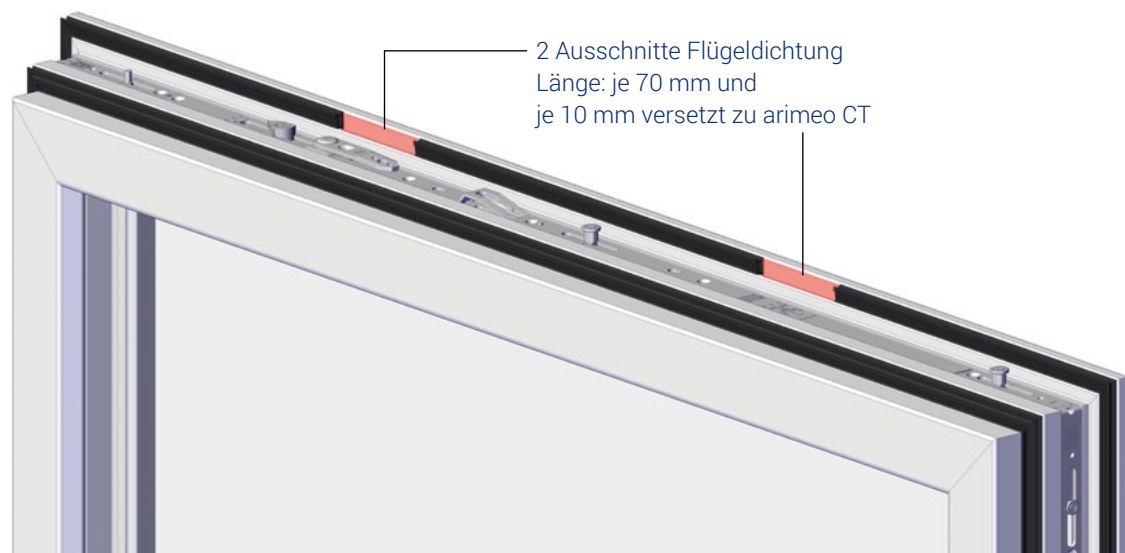

Abbildung 3: Luftführung am Fensterflügel
4. Entfernen Sie die innere Flügelüberschlagsdichtung an den in der Darstellung der Einbauvarianten vorgesehenen Positionen. Hierdurch entsteht der innere Luftführungspalt. Abbildung 3 zeigt exemplarisch die Maße für die Einbauvariante SINGLE.